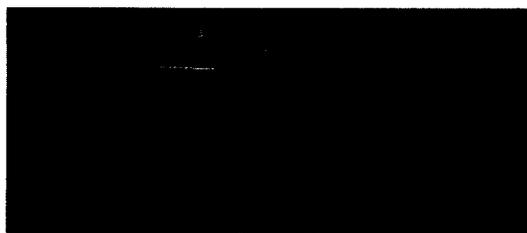

Рисунок 6
8.2.6 После установления соединения нажать на кнопку  и наблюдать на экране БУИ меню выбора режима работы БУИ с выбранной АП-Е (АП-Н, АП-СВЧ) (рисунок 6).